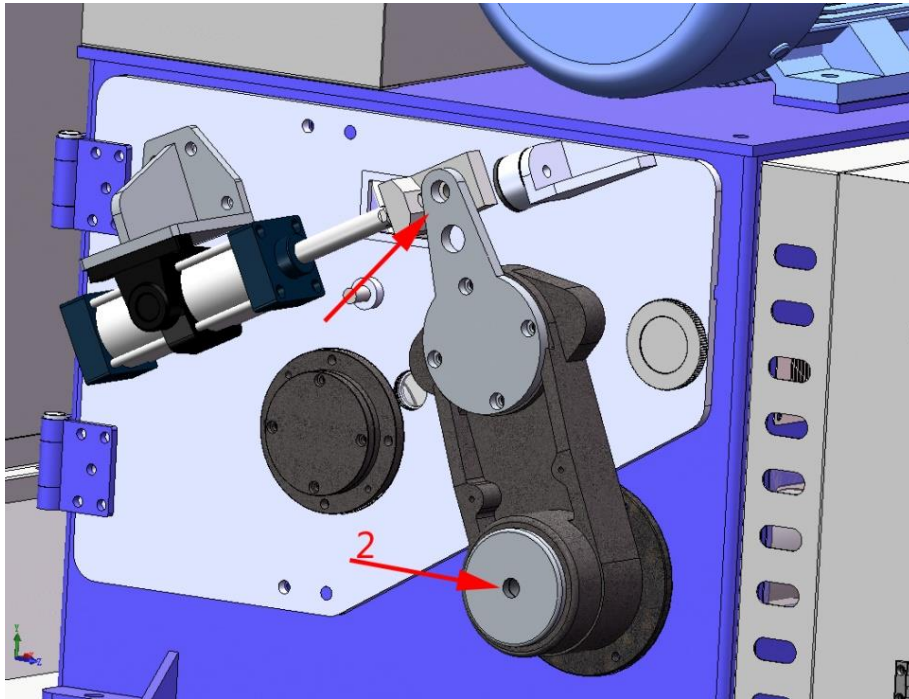

图 9 传感器灵敏调整
- (1) 把转换开关打到自动位置。
- (2) 用小一字螺丝刀调节传感器尾部小孔内灵敏度电位器（如图 9）
- (3) 保证料仓内有料时传感器尾部指示灯亮，无料时不亮。